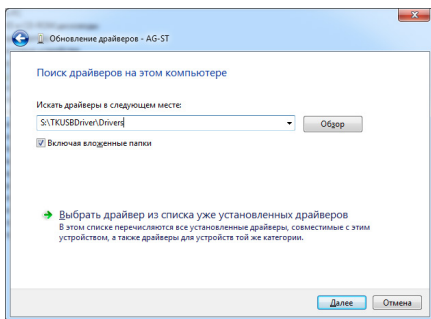

Рис.2. Установка драйверов из указанного места.
4. Укажите путь к папке с драйверами и нажмите кнопку «Далее» (рис.2). Система начнет установку драйверов из указанного места на жестком диске.